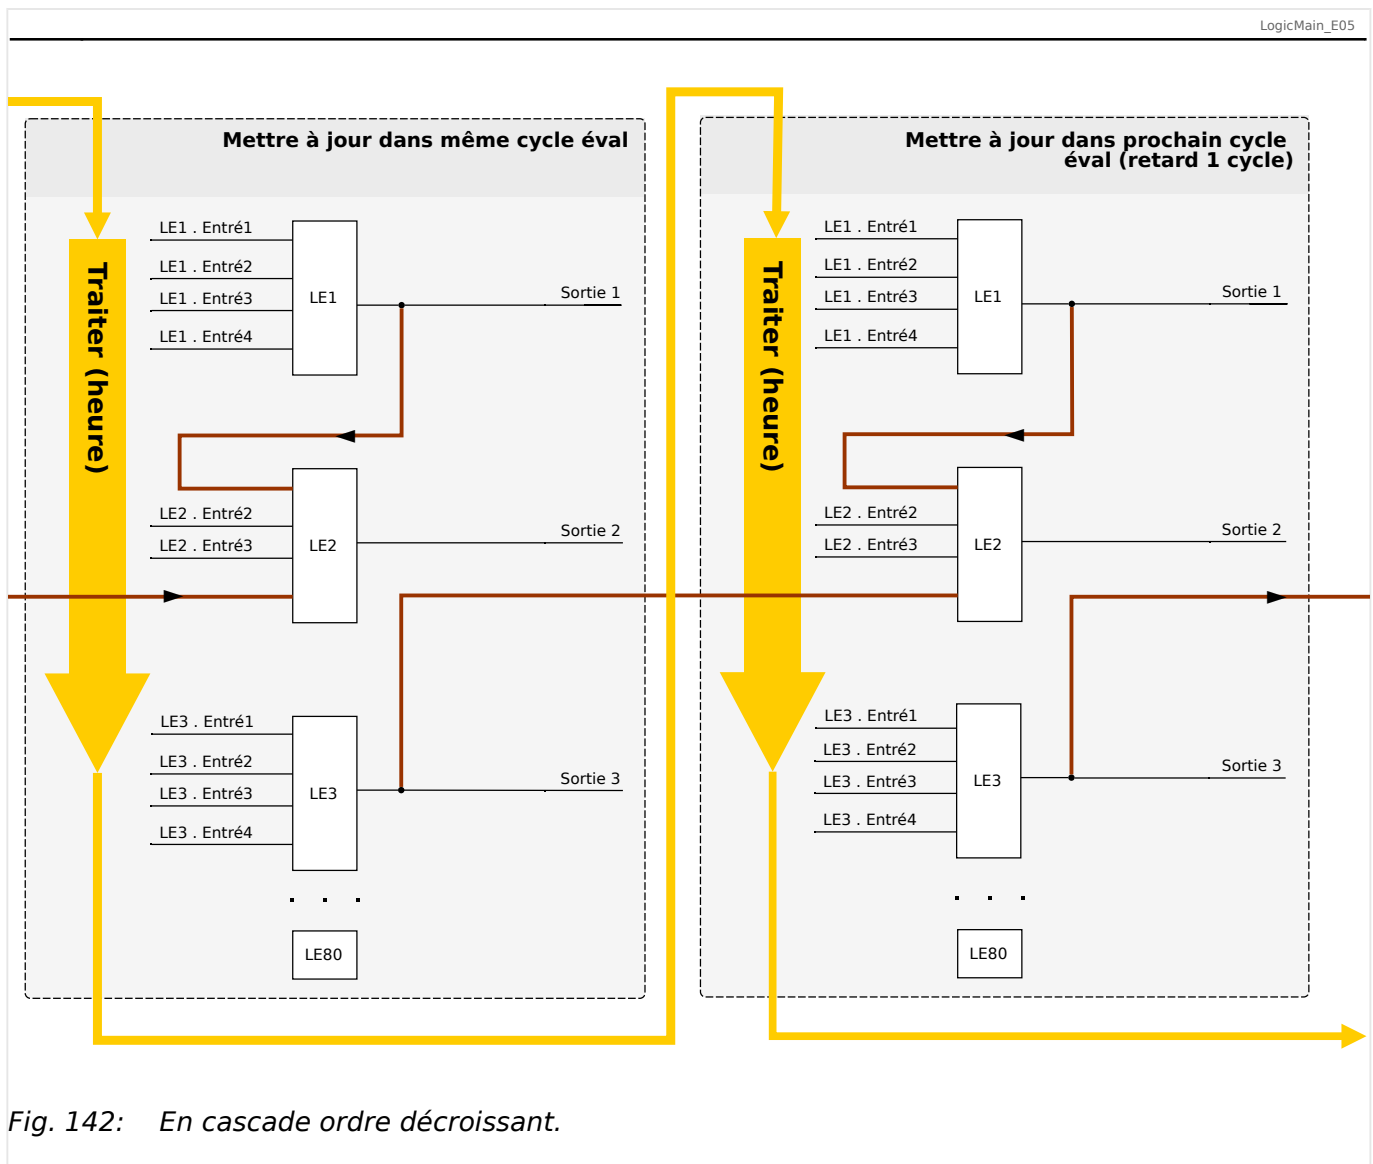

Fig. 142: En cascade ordre décroissant.
- Dans une séquence **descendante**, certaines sorties sont injectées en entrée dans une équation logique portant un numéro **plus bas**. Par exemple, le schéma  Fig. 142 indique que le résultat de l'équation logique LE3 est utilisé en tant qu'entrée de l'équation logique LE2.
Les séquences ascendantes et descendantes peuvent être utilisées et combinées les unes avec les autres, sans différence immédiate. Toutefois, en raison de l'évaluation de toutes les équations par ordre ascendant, les valeurs de temps de fonctionnement réelles qui sont injectées en entrée d'une équation auront un « âge » différent, comme on peut le voir dans  Fig. 141 et  Fig. 142 ci-dessous.
Dans l'exemple présenté dans Fig. 142 ci-dessus, l'équation logique « 2 » utilise les états de sortie de deux autres équations, les équations logiques « 1 » et « 3 ». Le résultat de l'équation logique « 1 » est utilisé dans l'ordre ascendant. Il a par conséquent été évalué au cours du même cycle de traitement. Le résultat de l'équation logique « 3 » est utilisé dans l'ordre descendant. Il a par conséquent été évalué au cours du cycle de traitement précédent.